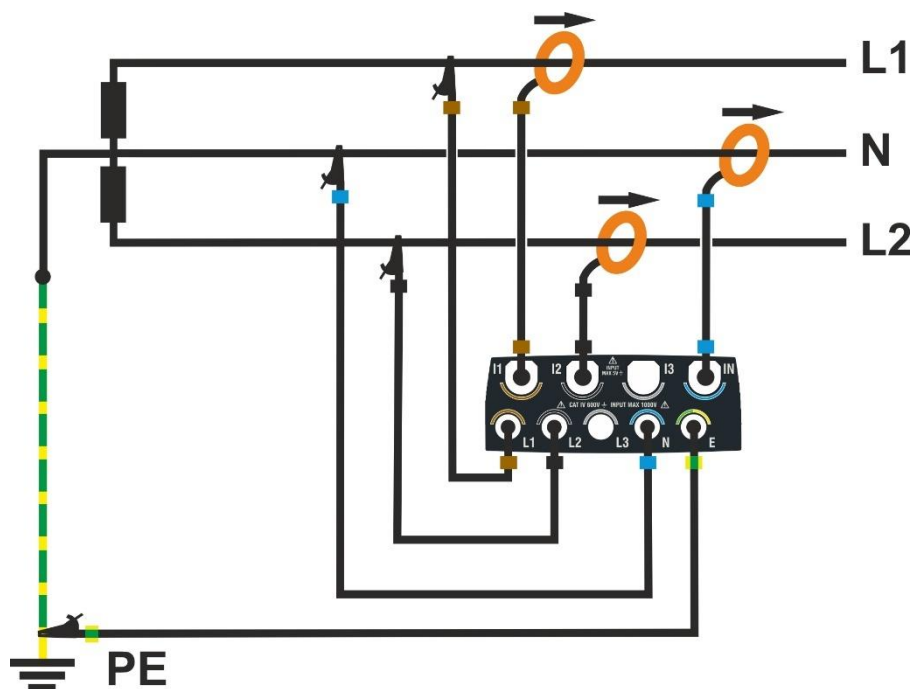

Fig. 70: Conexión del instrumento en un sistema Monofásico 3 hilos 1F PC
2. Conecte los cables de tensión en los conductores de L1, L2, N y PE como se muestra en la Fig. 70